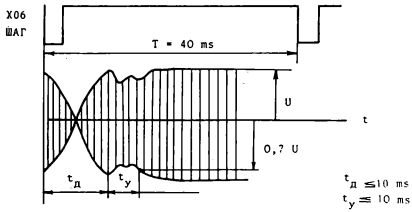

Рис. 7
7.10.2. Тестером НГМД переводится в режим многократного автоматического позиционирования на адреса "00" и "01". Наблюдается сигнал X06 и потенциометром тестера настраивается период сигнала "Шаг" согласно рис. 7. Режим осциллографа: 2 В/дел.; 10 мс/дел.; автосинхронизация.
7.10.3. Наблюдается сигнал X19. Режим осциллографа 0,2 В/дел.; 5 мс/дел.; синхронизация по X06. Время t_d и t_u должно быть согласно рис.7.